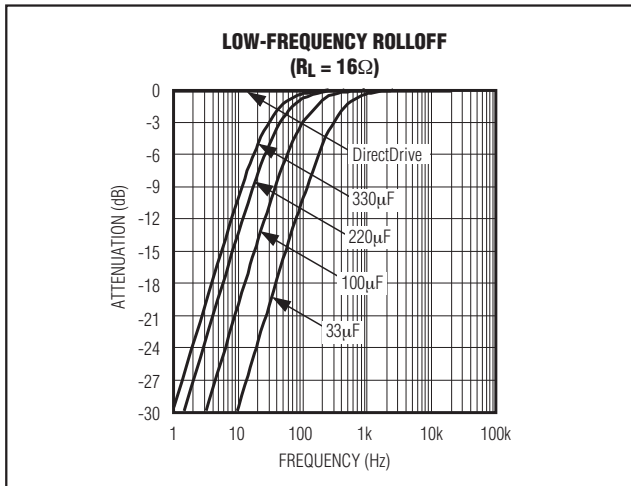

图2. 常用隔直电容的低频衰减
- 传统单电源单端耳机放大器需要使用高通滤波器来将音频信号中的直流成分与耳机隔离。根据所选的 -3dB 点，该滤波器会衰减音频带内的低频信号。虽然较大容量的 C_{OUT} 电容可以减少这种衰减，但是体积更大，价格昂贵。图2给出了 C_{OUT} 容量与低频衰减的对应关系。注意 Vista 的幅值响应规范要求耳机插孔的 -3dB 点为 20Hz。对于 32Ω 的耳机，-3dB 点为 20Hz 时需要 330μF 的隔直电容 (表2)。